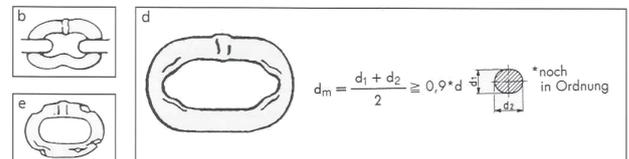

Fig. 34:
- Usura rilevata sulle maglie, dovuta ad abrasione esterna e nascosta tra le maglie unite tra di loro. Per la misurazione dell'usura con il calibro a corsoio la catena deve essere allentata. È consentita un'usura massima del 10 % (diam. medio della maglia) (vedere fig. 34).